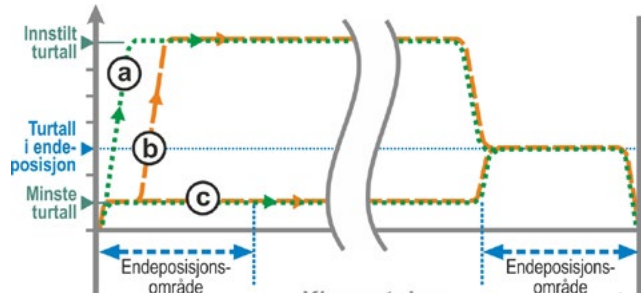

Fig. 2: Turtall i endeosisjon, „Hurtigstart”
- Ved **vandringsavhengig** utkobling blir det straks koblet til innstilt turtall, for å oppnå en så kort kjøretid som mulig. Se også fig. 2, kurve a.